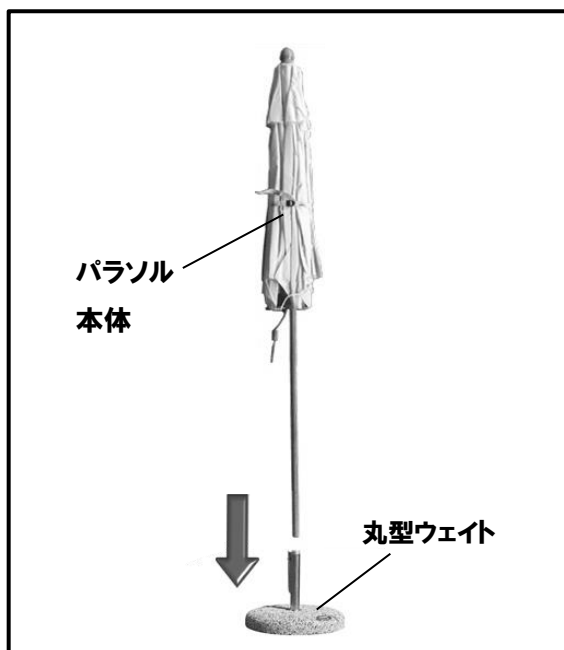

図.1
- ① 設置する場所が水平であることを確認してください。
- ② 丸型ウェイト（B）を置き、パラソル本体（A）の支柱を台座軸に差し込みます。（図.1）